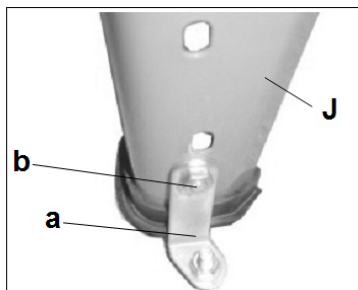

Рис. 5
Перед использованием станок должен быть надежно прикреплен к полу металлическими уголками, входящим в комплект поставки. Металлический уголок (а) должен быть привинчен к ножке (J) болтом (b), как показано на Рис. 5.